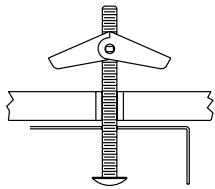

Figure 3
**If drill does not encounter ceiling joist**, enlarge hole in ceiling to accommodate toggle bolt. Hold fixture up to outlet box and pull electrical supply wires into the fixture through the knockout hole, insert and tighten toggle bolts. **See Figure 3.**
Si la perceuse ne rencontre pas de solive, agrandir le trou du plafond pour permettre un boulon à ailettes. Tenir l'appareil contre la boîte de raccordement et tirer les fils d'alimentation dans l'appareil par la débouchure, insérer et serrer le boulon. **Voir la Figure 3.**